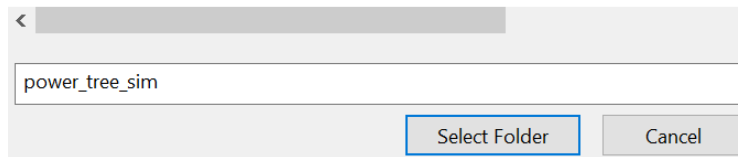

图 4-1. 在 CCS 中选择工程目录
- b. 使用“Project” > “Import Existing CCS Eclipse Project”。转到包含 main.c 的所需演示工程目录。图 4-1 对此进行了说明。
f. 此时，代码已全部上传至 CCS 中。工作区如图 4-1 所示。